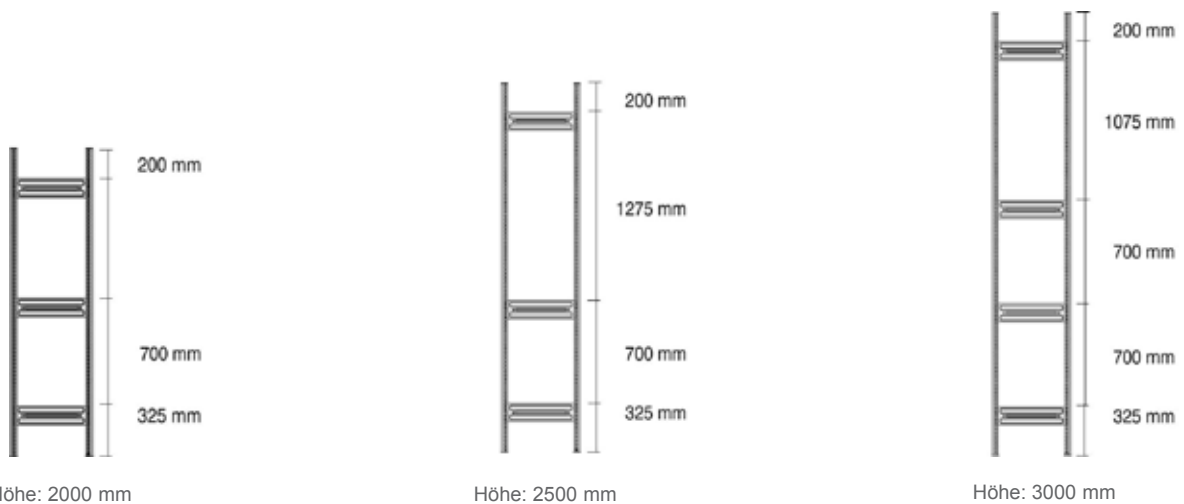
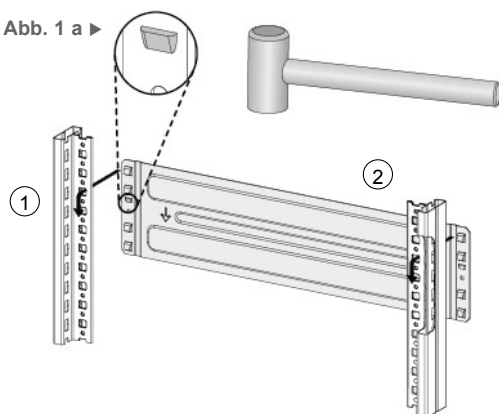

Abb. 1
Abb. 2
Zwei Profile im Abstand der Profilverbinder anordnen. Profilverbinder entsprechend **Abb. 1** (die Pfeile zeigen in Richtung des Fußbodens) einsetzen und mit einem Gummihammer o.ä. in die Profile einschlagen.
**Achtung:** Die Fixierprägung der Profilverbinder (**Abb. 1 a**) muss auf beiden Seiten in die Stützprofile einrasten (**Abb. 2 a**).
Sicherungsstifte, Fußplatten und Kunststoffkappen einsetzen (**Abb. 2**).
Abb. 1 a ▶
Abb. 2 a ▶